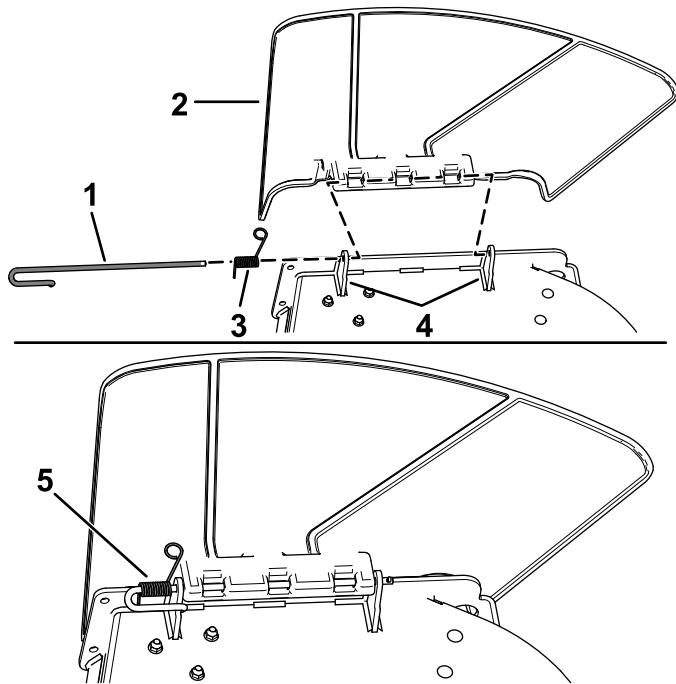

Figura 66
- Desenganche el muelle de la muesca del soporte del deflector, y retire la varilla de los soportes soldados de carcasa, el muelle y el deflector de descarga (Figura 66).